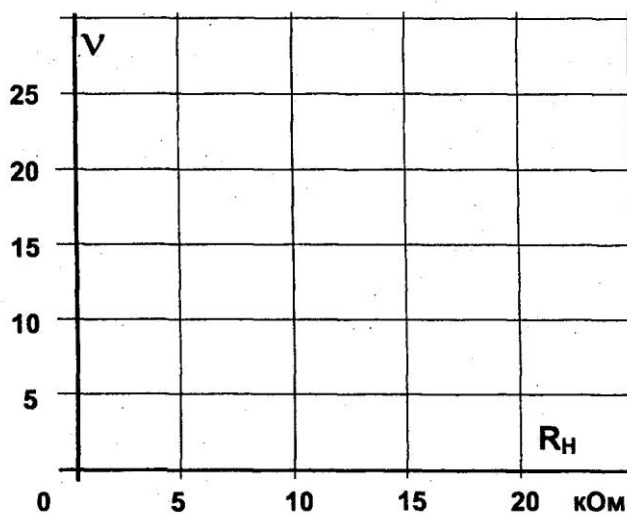

Рис. 6.4.4
- На графике (рис. 6.4.4) постройте кривую зависимости коэффициента усиления по напряжению v от сопротивления нагрузки R_H .